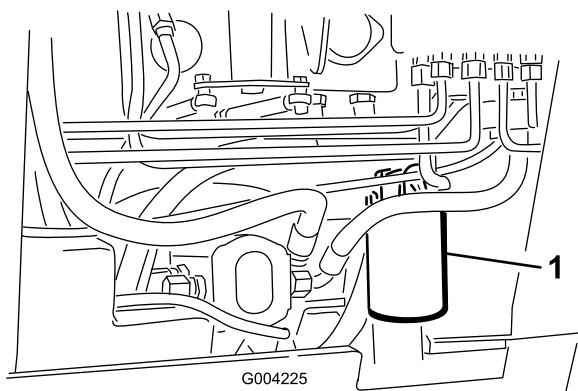

Figura 56
4. Coloque un recipiente debajo del filtro (Figura 56).
5. Retire el filtro usado (Figura 56) y límpie con un paño la superficie de la junta del adaptador del filtro.
7. Instale el filtro hidráulico nuevo en el adaptador del filtro (Figura 56). Apriete el filtro en el sentido de las agujas del reloj hasta que la junta de goma entre en contacto con el adaptador del filtro, luego apriete el filtro tres cuartos de vuelta más.